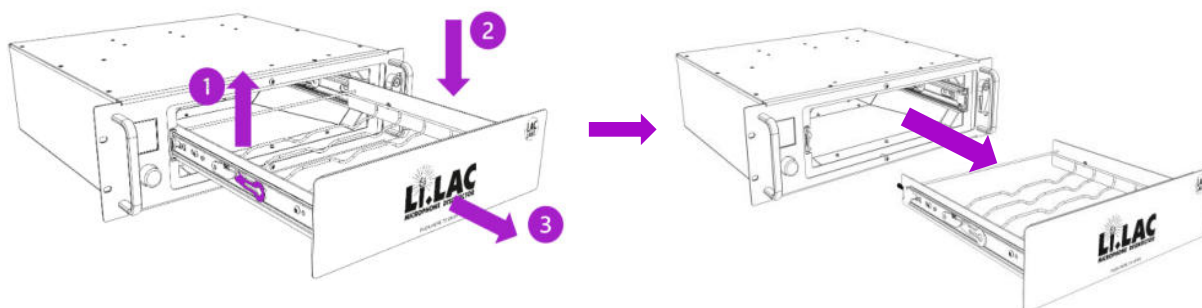

Fig. 9
4. Localice los ganchos de bloqueo en los rieles telescópicos laterales (Fig.9). Tire hacia arriba del gancho de bloqueo izquierdo (1) y empuje hacia abajo el gancho de bloqueo derecho (2) al mismo tiempo. Mantenga los ganchos en esta posición y tire del cajón hacia adelante (3) para retirarlo.